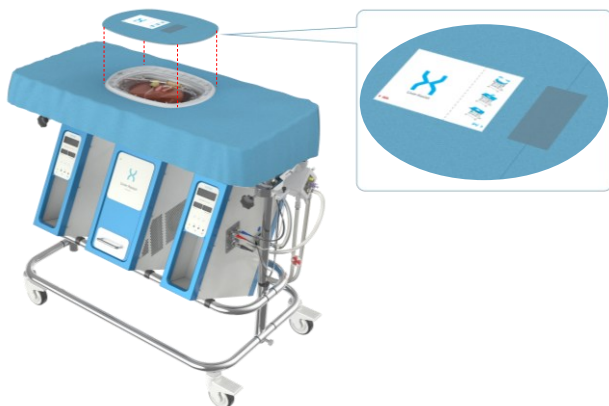

Figura 29: Plasarea unei fâșii de pânză sterile suplimentare.
- Așezați fâșia de pânză sterilă suplimentară peste rezervor și asigurați-vă că orientarea este corectă, așa cum se identifică prin marcajul HA și PV pe fiecare parte a etichetei; a se vedea Figura 29.
- Când se aplică fâșia de pânză sterilă suplimentară, deschideți-o prin ruperea cu atenție a benzii albastre și desfășurați-o conform instrucțiunilor de pe etichetă; a se vedea Figura 29.